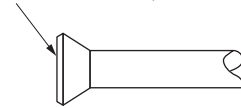

Fig. 14
- Când conectați piulița olandeză, aplicați ester sau eter pe interiorul porțiunii evazate, și rotiți piulița de 3-4 ori cu mâna înainte de a înșuruba. **(Consultați Fig. 14)**